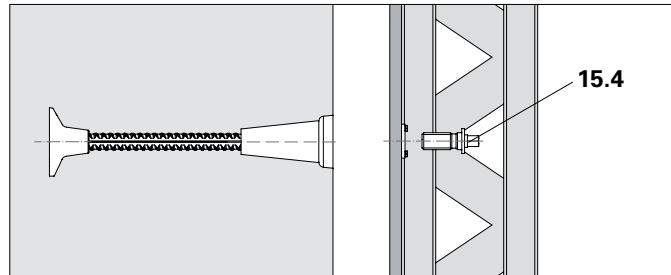

Fig. A2.12
3. Disarmare la cassaforma con il dispositivo di fissaggio, v. A 4.4, o con il carrello di traslazione, v. A4.5. (Fig. A2.12)